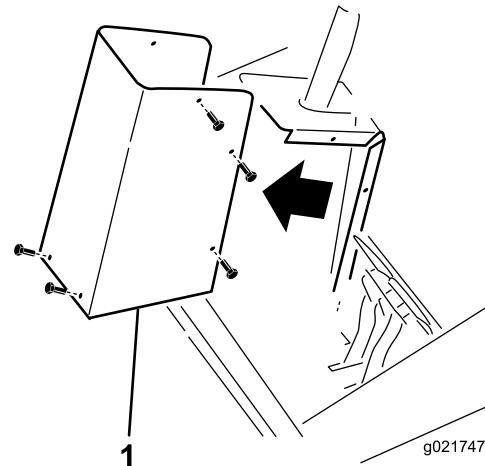

Figure 1
- Déposez le couvercle de la tour de direction (Figure 1)